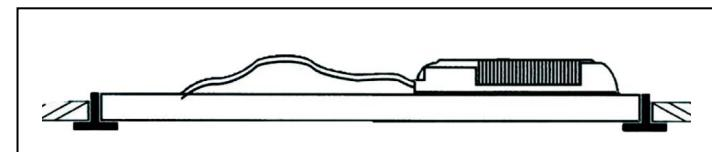
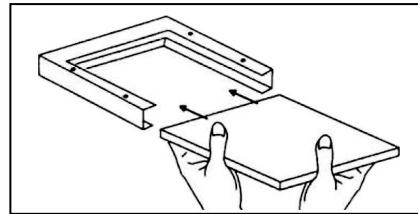

Рис. 2
Рис. 3
- 5.4 Конструкцией осветительного прибора предусматриваются следующие способы монтажа: подвесной с помощью комплектов подвес CP 10 Suspension set (рис. 1), встраиваемый (на Т-профиль) (рис. 2) и накладной с помощью рамки CP 10 SMB 600x600 (рис. 3).
- 5.7 Накладной способ монтажа (рис. 3):